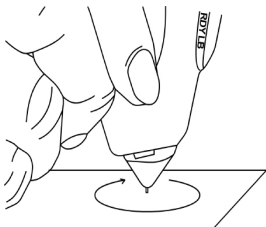

Рис. 2.3
- Возьмите щуп-ручку так, чтобы наконечник щупа находился под прямым углом (90°) к поверхности какого-либо листа бумаги или подставки для камней (если иное не предусмотрено). Аккуратно производим круговые движения прибором, при этом наконечник должен находиться внутри прибора (**Рис. 2.3**).